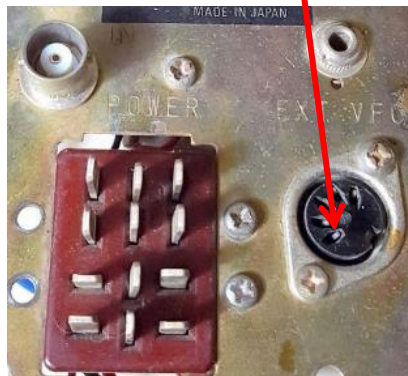

Figura 6
- Ruta el cable blanco, que se suelda a la nueva placa de visualización, al panel posterior y soldar al conector (pin1) de la toma EXT VFO. (Ver Figura 6).